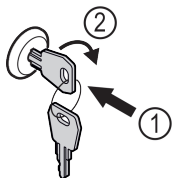

Fig. 104
- Schlüssel hineindrücken Fig. 104 (1).
- Schlüssel um 90° im Uhrzeigersinn drehen Fig. 104 (2).